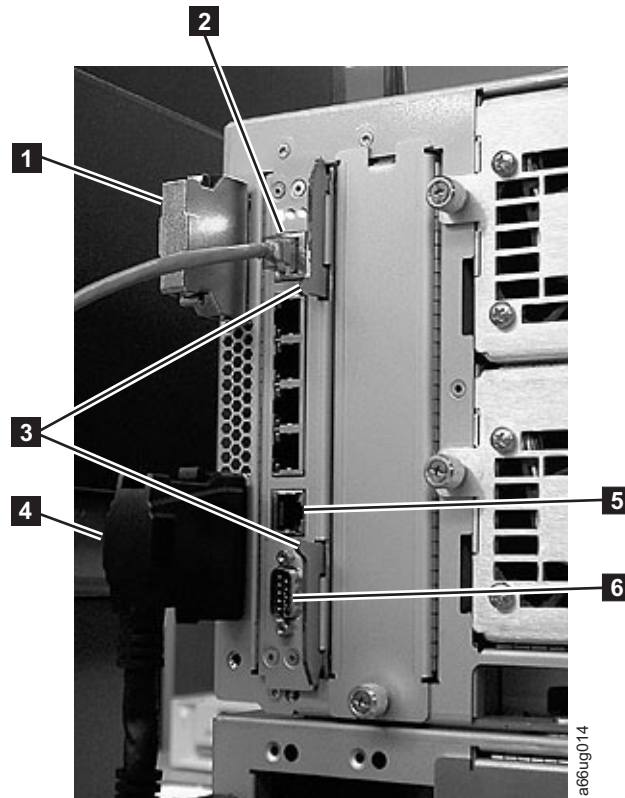

Abbildung 11-8. Kassettenarchiv-Steuer-Blade
3. Fassen Sie die beiden Verriegelungen (**3** in Abb. 11-8) nahe an der Ober- und Unterseite des Kassettenarchiv-Steuer-Blades an, und drücken Sie sie ein, bis sie hörbar einrasten.
4. Schließen Sie das Ethernet-Kabel (**2** in Abb. 11-8) wieder an. Drücken Sie hierzu die Zunge zusammen, und stecken Sie dann den Stecker in das Kassettenarchiv-Steuer-Blade.
Anmerkung: Unter dem Ethernet-Kabel befinden sich sechs Anschlussbuchsen. Die vier obersten Anschlussbuchsen sind für die zukünftige Verwendung reserviert. Die beiden untersten Anschlussbuchsen sind ein Ethernet-Port (**5** in Abb. 11-8) und ein serieller Port (**6** in Abb. 11-8) und für die Verwendung durch den IBM Kundendienst reserviert.